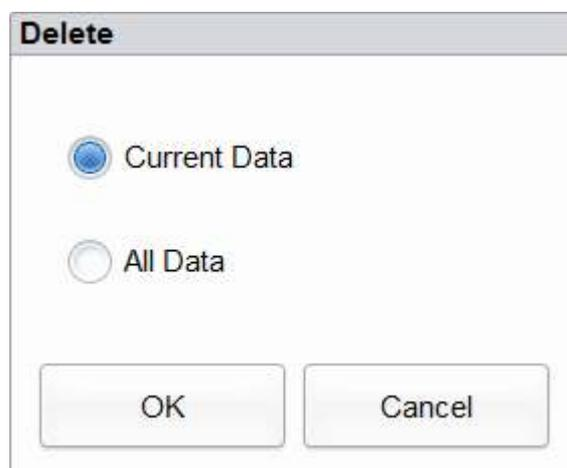

Рис. 6-34 Удаление текущих результатов КК (из графика КК)
- b. Выберите **Current Data** (Текущий результат) из диалогового окна, как показано на Рис. 6-34: